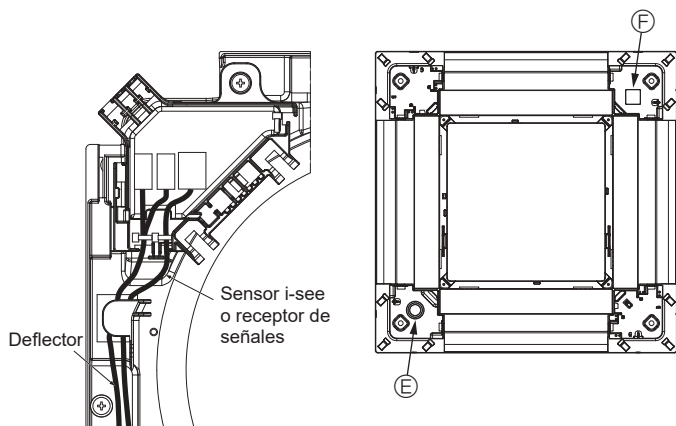

Fig. 5-14
- Coloque los cables del Sensor i-see y del receptor de señales como se indica en la Fig. 5-14.